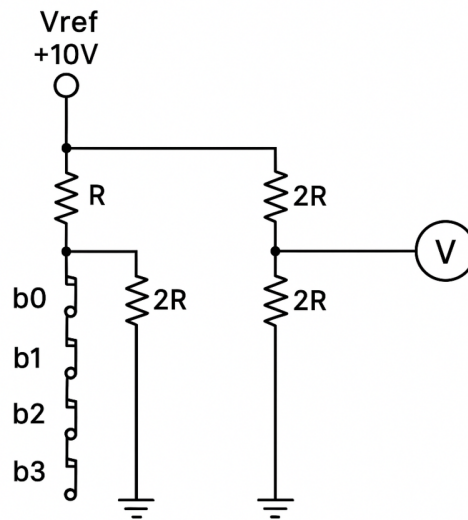

Рисунок 1 Схема дослідження 4-бітного ЦАП (R-2R).
- На виході схеми встановіть Вольтметр. (рис. 1)